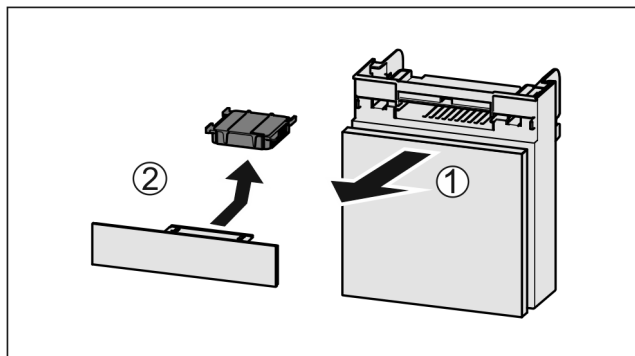

Fig. 54
- Потягніть Fig. 54 (1) відділення вперед.
- Витягнути Fig. 54 (2) фільтр з активованого вугілля.